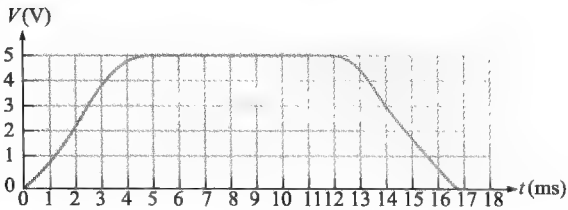

图 8-77
33. 从图 8-77 的波形确定 t_r 、 t_f 、 t_w 和幅度。